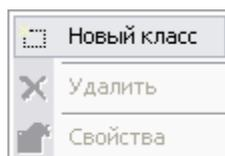

Рис. 65
1. Щелкните правой кнопкой мыши на панели классов объектов и в появившемся меню выберите пункт **Новый класс** (Рис. 65).